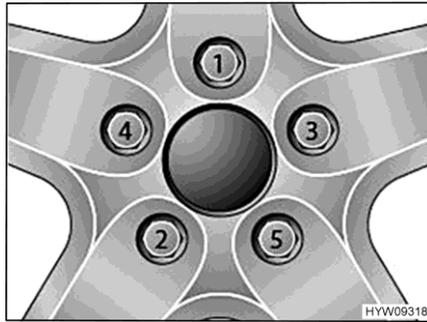

Bild 103 Radmuttern oder Radschrauben über Kreuz festziehen
- Radmuttern oder Radschrauben in der Reihenfolge, die in Bild 103 gezeigt ist, festziehen. Dazu einen Drehmomentschlüssel verwenden und das vorgeschriebene Anziehdrehmoment einhalten (siehe Abschnitt 14.5).
- Radmuttern oder Radschrauben regelmäßig auf festen Sitz prüfen. Radmuttern oder Radschrauben eines ausgewechselten Rades nach 50 km nachziehen. Dabei in der Reihenfolge vorgehen, die in Bild 103 gezeigt ist.
- Wenn neue oder neu lackierte Felgen verwendet werden, die Radmuttern oder Radschrauben zusätzlich nach ca. 1000 bis 5000 km nachziehen. Dabei in der Reihenfolge vorgehen, die in Bild 103 gezeigt ist.